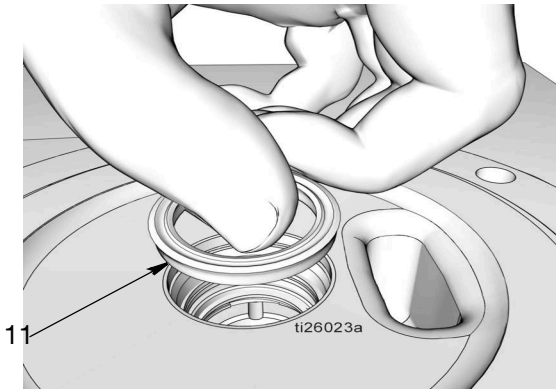

FIG. 37
- h. Mettre le joint (11), avec les lèvres orientées vers le haut, comme indiqué à la FIG. 37.